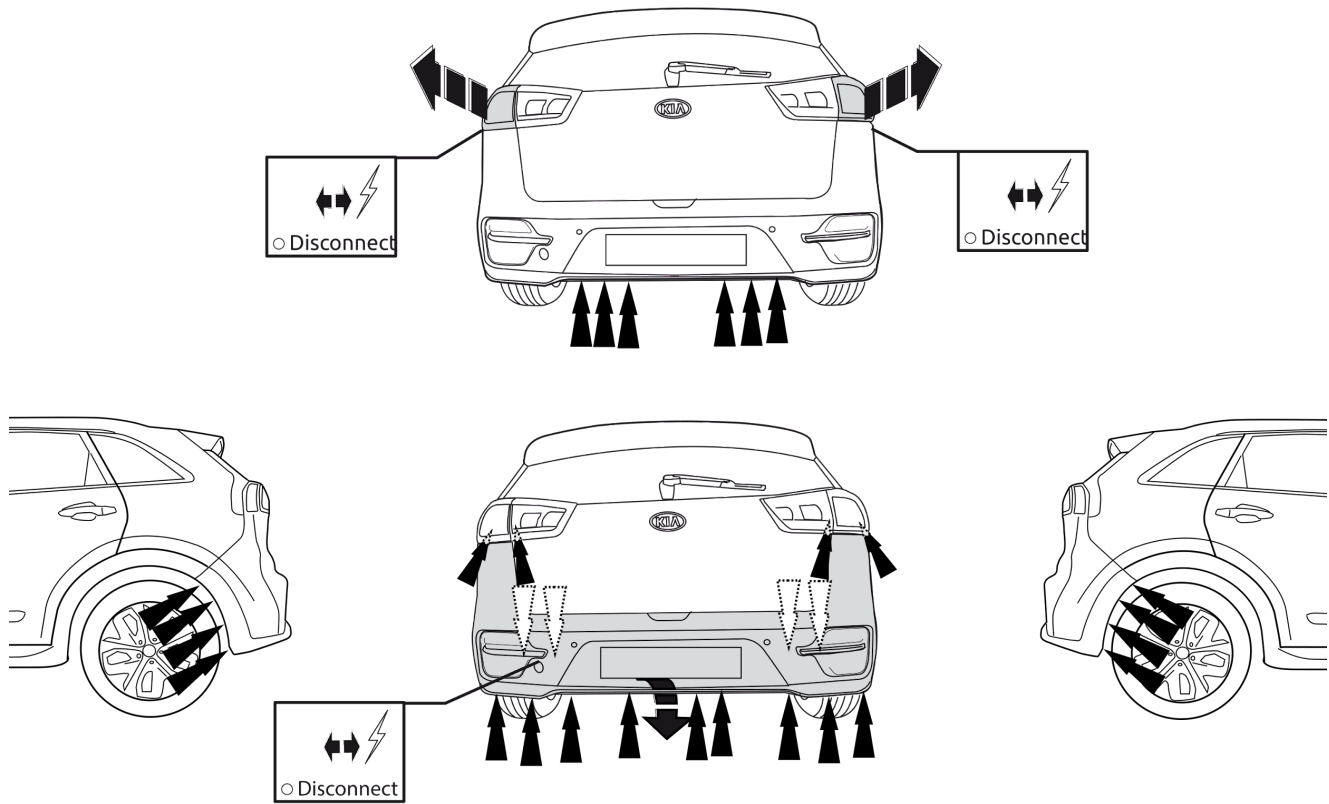

Fig. 2
2. Снять бампер вместе со буферным брусом автомобиля. См. рисунок 2.